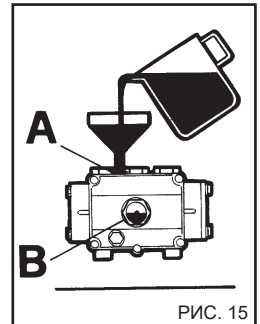

РИС. 15
- 4) Установите на место сливной винт и залейте свежее масло и залейте свежее масло через заливную крышку сверху (рис. 15А) до уровня, указанного в смотровом стекле (рис. 15В).